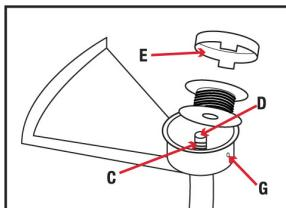
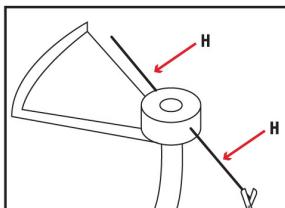

Fig. 8E
Fig. 8F
7. Deslizar la bobina hacia el armazón (A) mientras se pasa el hilo a través de los ojales (G). Asegurar que el muelle se asienta en la bobina (Fig. 8E). Una vez que la bobina está en su lugar, aplicar presión sobre la tapa del cabezal comprimiendo el marbete de seguridad. Tirar de cada extremo del hilo (H) con fuerza para desenganchar el hilo de las ranuras (Fig. 8F).